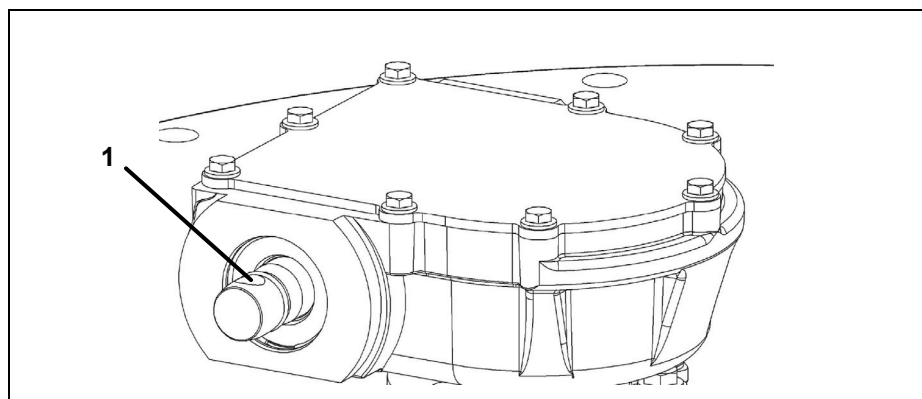

Figura 9 Foro dell'albero di comando
2. Allineare in senso verticale il foro dell'albero di comando (**Figura 9**).